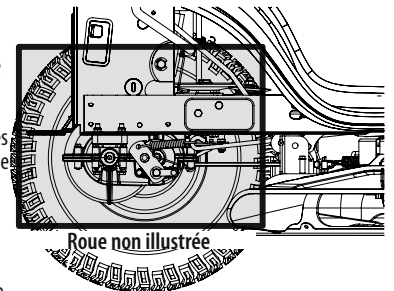

Figure 23
- Gardez l'essieu ainsi que la partie autour de la transmission et du ventilateur propres. Voir Figure 23.